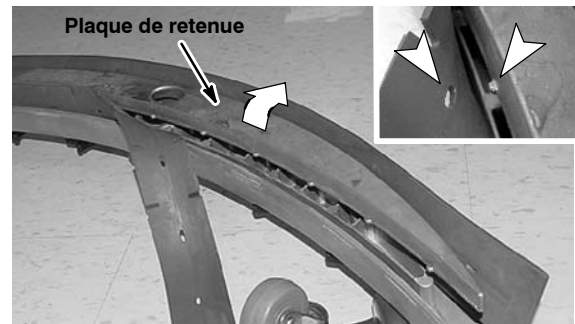

FIG. 53
4. Pour remplacer la lame avant, retirez la lame arrière et desserrez complètement les quatre boutons du bloc de racloir ; ne retirez pas les boutons. Soulevez et inclinez la plaque de retenue pour accéder à la lame avant (Figure 53). Faites pivoter la lame avant pour obtenir un nouveau bord nettoyant et réinstallez la plaque de retenue. Veillez à ce que les ergots de la plaque de retenue s'engagent dans les fentes de la lame. Réinstallez la bande et resserrez les boutons.